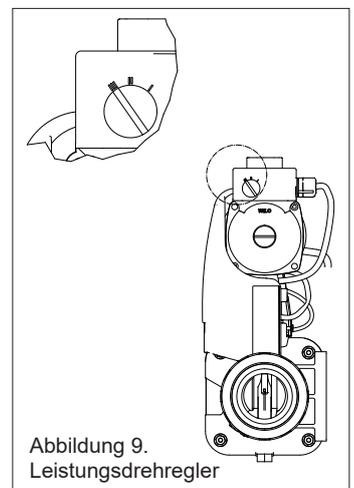

Abbildung 9. Leistungsregler
3. Die höchste Leistungsstufe an der Umwälzpumpe von Aqua-Mex FE einstellen (indem der Drehregler in die Position III gestellt wird), siehe Abb. 9
5. Das Gerät starten, indem die ON/OFF-Taste (C) betätigt wird.